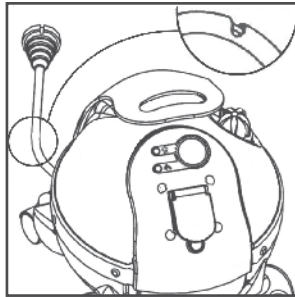

FIG. 4
- darauf achten, daß das Kabel nicht über scharfe Kanten geführt oder zwischen Türen oder Schubladen, eingeklemmt wird; (Fig. 4)